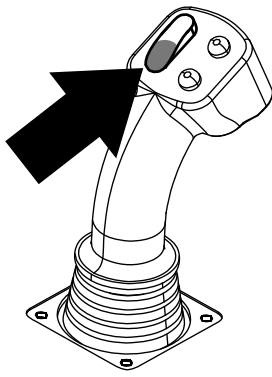
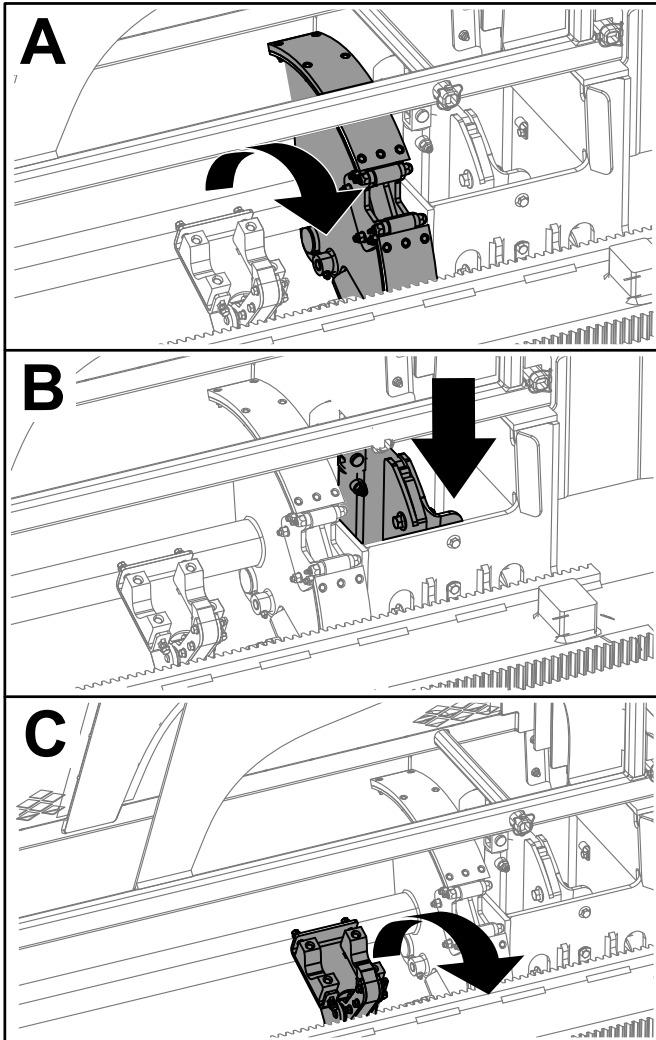

Figura 9
Figura 10
3. Mantenga pulsada la sección inferior del interruptor basculante (Figura 9) hasta que ocurran las 3 cosas siguientes (Figura 10):